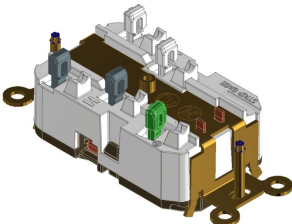

Fig. 2
- Le dispositif est livré de l’usine prêt à être câblé, les plongeurs en position "vers le haut". Consulter la Fig. 2. Les plongeurs doivent être relevés avant qu'un fil puisse être inséré dans la chambre de câblage.